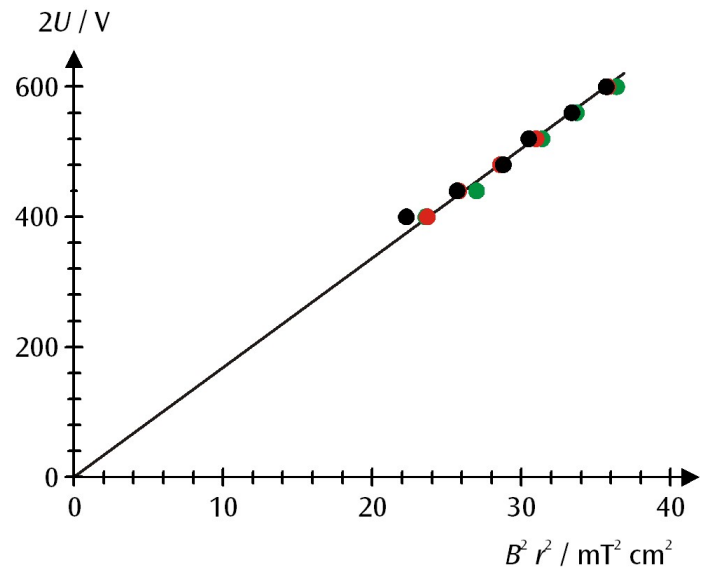

Fig. 3 $r^2 B^2$ - $2U$ -Diagramm der Messwerte (schwarz: $r = 5 \text{ cm}$, rot: $r = 4 \text{ cm}$, grün: $r = 3 \text{ cm}$)
- Zur weiteren Auswertung die Messwerte in einem $r^2 B^2 - 2U$ -Diagramm auftragen (siehe Fig. 3).